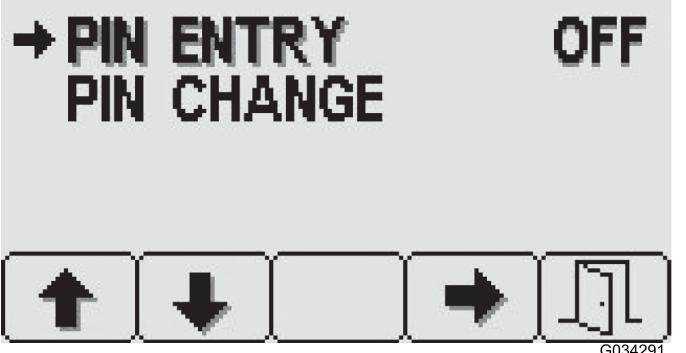

Figura 26
3. Desde la pantalla de Ajustes de PIN, pulse el botón 4 para seleccionar Ingreso de PIN y activar o desactivar el PIN (Figura 26).